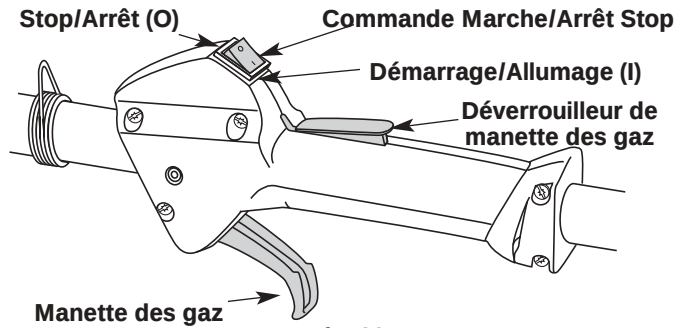
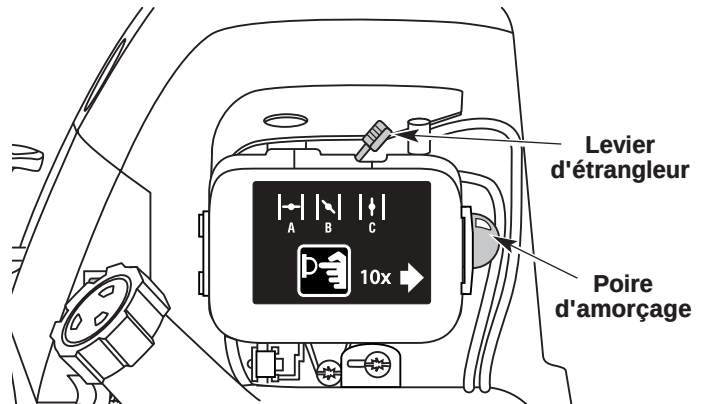

Fig. 20
Fig. 21
3. Mettez la commande de Démarrage / Arrêt en position de **DÉMARRAGE [I]** (Fig. 20).
4. Mettez le levier d'étrangleur en position d'étranglement **MAXIMUM (A)** |←| (Fig. 21).
REMARQUE : Placez le levier d'étrangleur au-dessus du symbole correspondant de l'autocollant du couvercle du filtre à air (Fig. 21).
5. Enfoncez complètement puis relâchez graduellement la poire d'amorçage 10 fois. Vous devriez sentir et voir de l'essence dans la poire (Fig. 21). S'il n'y a pas, appuyez trois fois de plus ou jusqu'à en voir.
7. L'appareil étant prêt à démarrer et le levier en position d'étranglement **MAXIMUM (A)** |←| tirez brusquement sur la corde de démarrage 5 fois. Si le moteur essaie de démarrer avant la cinquième fois, passez à l'étape 8.
8. Mettez le levier d'étrangleur en position **PARTIEL (B)** |↘| (Fig. 21).
REMARQUE : Il n'est pas nécessaire d'utiliser l'étrangleur pour démarrer un moteur chaud. Mettez la commande Marche/Arrêt Stop en position **MARCHE** (Fig. 20), puis démarrez en position d'étranglement **PARTIEL (B)** |↘| (Fig. 21). Après le démarrage, placez le levier d'étrangleur en position **MARCHE (C)** |↑|.
2. Mettez la commande Marche/Arrêt Stop en position **ARRÊT (O)** (Fig. 20).